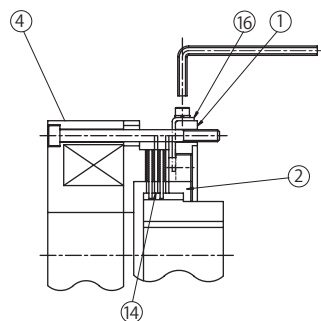

図 8-33
- (1) P72 の手順でブレーキを手動解放します。
- (2) センターリング①外周上にあるストッパー⑯をゆるめ、抜き取ります。ギャップ調整ネジ②がフリーになります。(図 8-33 参照)